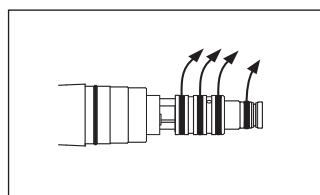

図 40
- 2 交換するOリングを指先でたるみをつけて取り外します (図 40)。